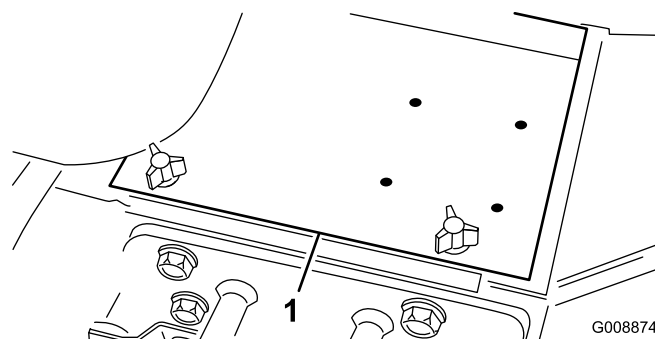

図 41
2. ノブをゆるめてバッテリーカバーを取り外す (図 41)。